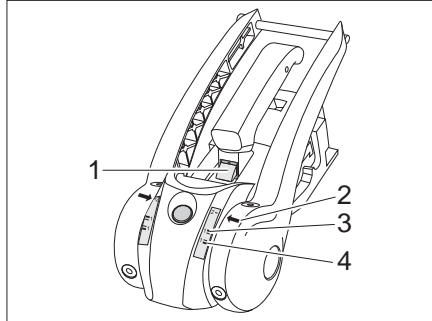

Bild 162 Verschleißkontrolle Reibbeläge
- Wenn die grüne Markierung sichtbar ist (Bild 162,1), sind die Reibbeläge vorn und hinten noch in Ordnung. Ist die grüne Markierung nicht mehr sichtbar, müssen die Reibbeläge gewechselt werden.
- Ist der Pfeil (Bild 162,2) unterhalb der Softdockmarkierung 1-grün, (Bild 162,4) sind die Reibbeläge rechts und links in Ordnung. Ist der Pfeil (Bild 162,2) oberhalb der Softdockmarkierung 1-rot (Bild 162,3), müssen die Reibbeläge gewechselt werden.
- Wenn die grüne Markierung sichtbar ist (Bild 162,1), ist die Kupplungskugel in Ordnung. Ist die grüne Markierung nicht mehr sichtbar, ist der Durchmesser der Kupplungskugel $< 49\text{mm}$ und die Kupplungskugel muss gewechselt werden.